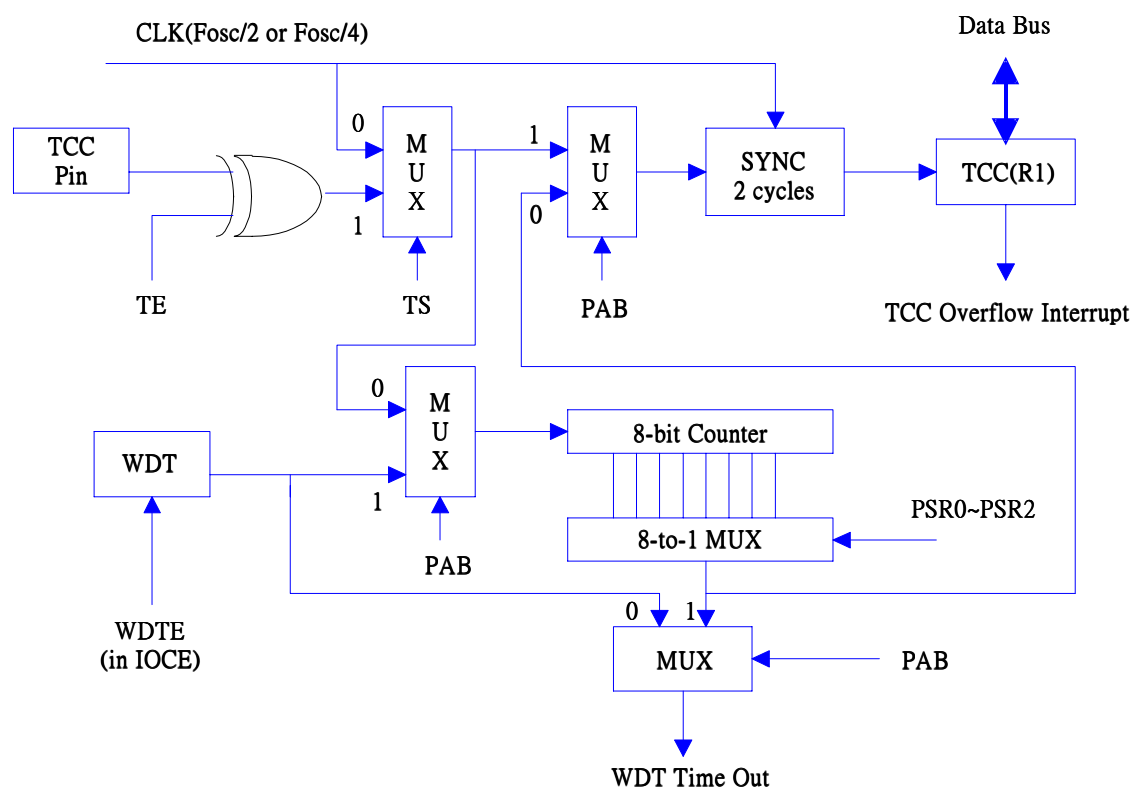

图 5 TCC 和 WDT 的模块图
有一个 8 位元计数器可以作为 TCC 或 WDT 的预分频器。在同一时刻它只能提供给其中一方, 这由 CONT 寄存器的 PAB 位决定。PSR0~PSR2 位确定分配系数。若分配给 TCC, 则每次写 TCC 均将预分频器将被清 0。若分配给 WDT 使用, WDT 和预分频器均在执行指令 “WDTC” 和 “SLEP” 时清 0。图 5 描述了 TCC/WDT 的电路图。
- R1 (TCC) 是 8 位元的计时/计数器。TCC 时钟源可以是内部时钟或者外部时钟（由 TCC 引脚输入，触发沿可选择）。如果是内部时钟，每个指令周期 TCC 加 1（无预分频器）。参考图 5， $CLK=Fosc/2$  或者  $CLK=Fosc/4$  取决于 CODE 的操作位 CLKS。如果 CLKS 位为“0”，则  $CLK=Fosc/2$ ，如果 CLKS 位为“1”，则  $CLK=Fosc/4$ 。如果 TCC 的信号源来自于外部时钟输入，TCC 管脚的下降沿或上升沿触发时 TCC 加 1。